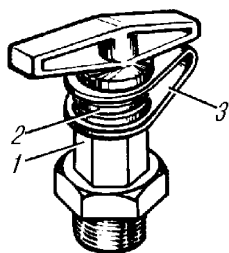

Рис. 56. Клапаны контрольного вывода:
**Клапаны контрольного вывода** (рис. 56) предназначены для определения выходных параметров давления воздуха по контурам с помощью контрольных манометров.